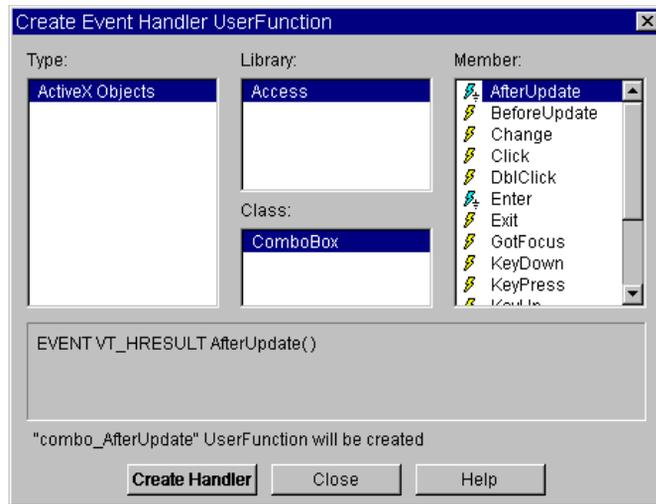

図13-6. Create Event Handler UserFunction ブラウザ
2. オブジェクト・メニューで、Create Event Handler...をクリックします。Create Event Handler UserFunctionブラウザが表示されます。図13-6を参照してください。